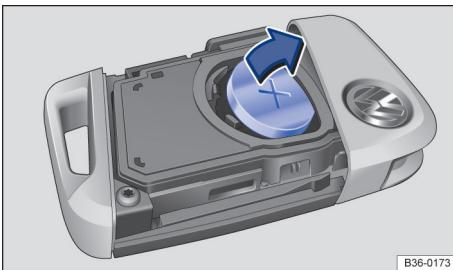

Fig. 58 Chave do veículo: substituir a pilha botão.
- Extraia a pilha de seu compartimento → Fig. 58 fazendo uma alavanca.
- Insira a nova pilha botão no compartimento → Fig. 58 → ① em *Substituir a pilha botão da chave do veículo com haste* na página 69.